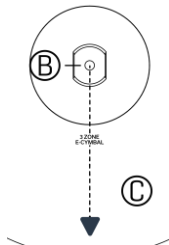

Abbildung 2
- 1 Schrauben Sie die untere Mutter (D) von der Hi-Hat Clutch (A) ab.
- 2 Schieben Sie die Drehsicherung (B) auf den Schaft der Hi-Hat Clutch (A).
- 3 Führen Sie Clutch und Drehsicherung von oben durch das Mittelloch des Top Cymbals (C).
- 4 Richten Sie die Drehsicherung (B) in der Vertiefung am Mittelloch laut *Abbildung 2* aus.
- 5 Schrauben Sie untere Mutter der Clutch (D) wieder auf den Schaft und stecken Sie den Clutch Bumper (E) auf die untere Mutter (D).
- 6 Klemmen Sie das Becken leicht ein, indem Sie die obere Mutter (A) festschrauben.